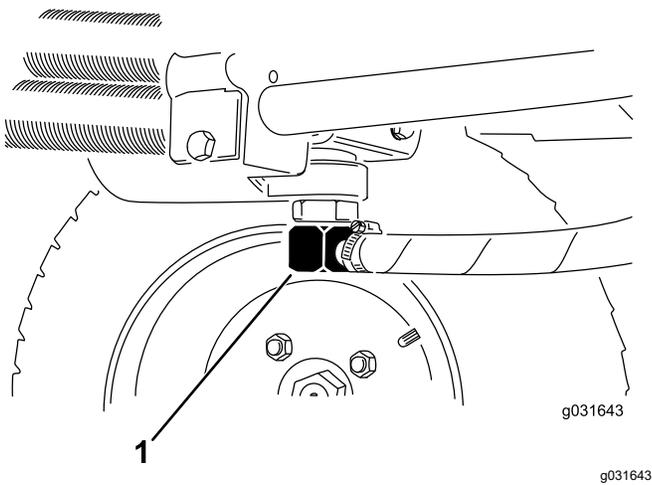
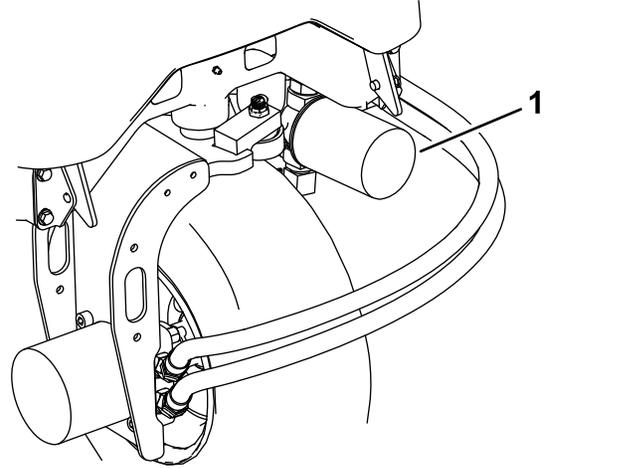

图 64
图 66
2. 断开液压管线与油箱的连接或卸掉液压油滤芯让液压油流入放油盘 图 66和 图 64。
3. 液压油停止排出时安装液压管线图 64。
3. 清洁滤芯安装区周围的区域在滤芯下面放置一个放油盘然后拆下滤芯图 66。